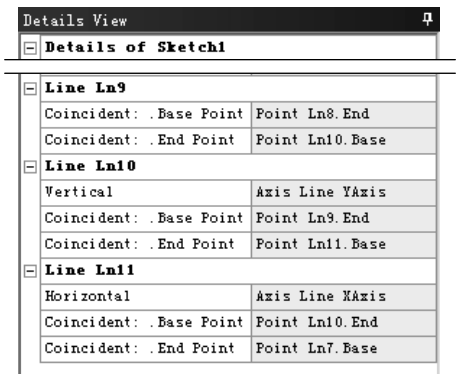

图 3.2.45 显示约束信息
- ◆ **Show Constraints?** 文本框：用于设置草图约束信息是否显示，选择 **No** 选项，在详细列表中不显示草图约束信息；选择 **Yes** 选项，在详细列表中显示草图约束信息（图 3.2.45）。